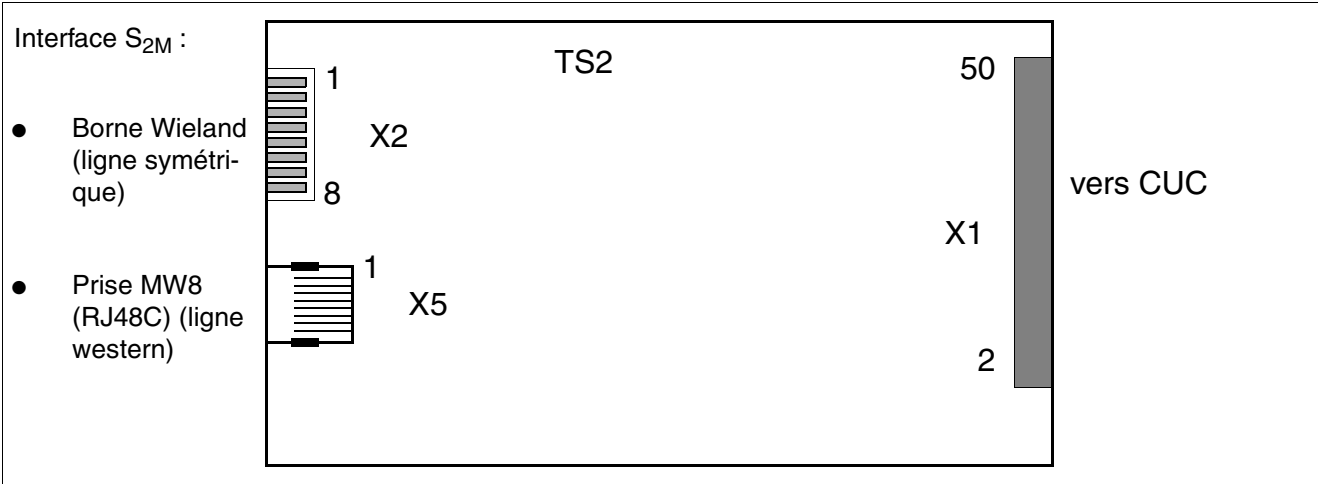

Figure 3-126 TS2 (sauf aux Etats-Unis) - Interfaces (S30810-Q2913-X100, -X300)
- TS2 (Trunkmodul **S2M**) S30810-Q2913-X100 (figure 3-126) - pour montage dans le boîtier mural HiPath 3550
- TS2 (Trunkmodul **S2M**) S30810-Q2913-X300 (figure 3-126) - pour montage dans le boîtier mural HiPath 3550